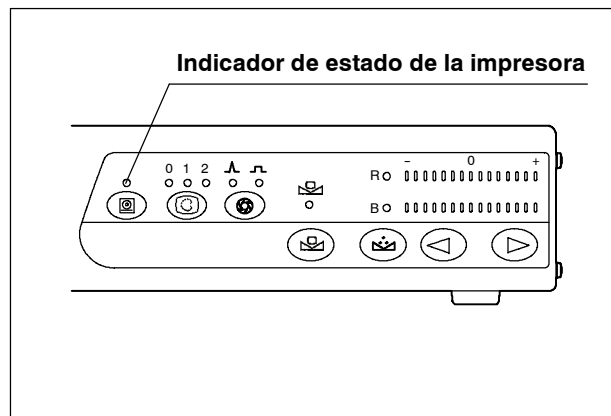

Figura 5.15
2. La impresión comienza automáticamente cuando se han almacenado 4 imágenes en la impresora. Durante la impresión se ilumina el indicador de estado de la impresora (ver figura 5.15).